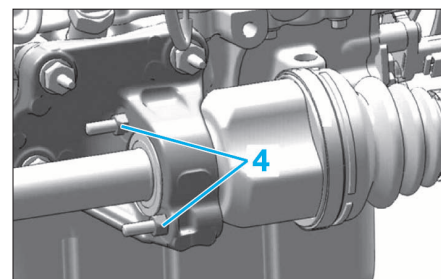

FIG. 3
- Déposer l'écrou (3).
- Sur les boîtes BE, desserrer les écrous (4) (Fig.3).